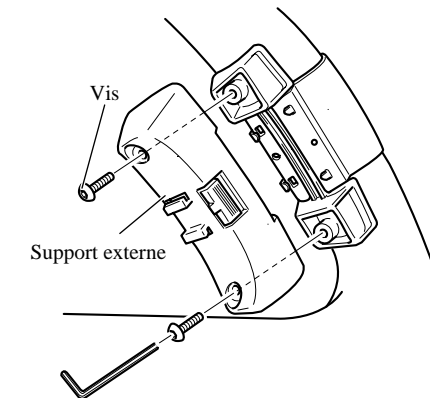

Fig. 17
3. Installer le support externe sur le support interne et fixer avec les vis. (Fig. 17)